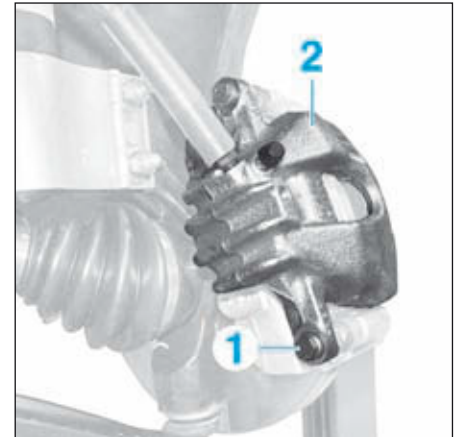

FIG.5
- Déposer la vis de colonnette inférieure (1) (Fig.5).
- Basculer l'étrier (2).